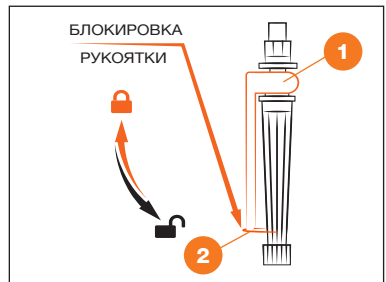

Рис. 8
В случае, если Вам требуется распылять жидкость непрерывно, нажмите на рукоятку управления ❶ и заблокируйте рукоятку кольцом ❷ – рукоятка управления зафиксирована (Рис. 8).